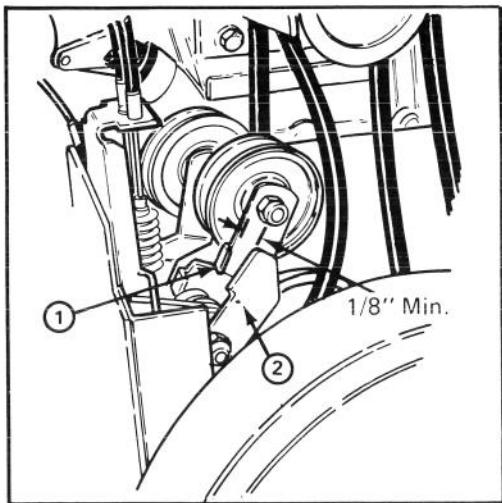

Abbildung 23
3. Leitrad- und Bremseinstellung überprüfen. Der Mindestabstand zwischen der Zunge am Gebläselenkzischenhebel und Bremshebel (Abb. 23) sollte 3 mm betragen. Ist der Abstand weniger als 3 mm, ist der Riemen auszutauschen.